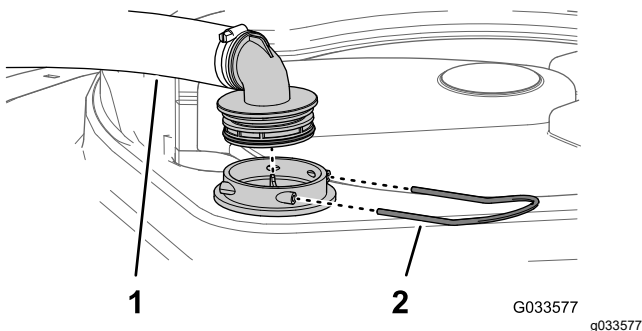

Bild 88
2. Nehmen Sie oben am Sprühbehälter den Halter ab, mit dem das Schlauchanschlussstück befestigt ist, das am dicken Schlauch und dem Filtergehäuse angeschlossen ist (Bild 88).
3. Nehmen Sie den Schlauch und das Schlauchanschlussstück vom Filtergehäuse ab (Bild 88).